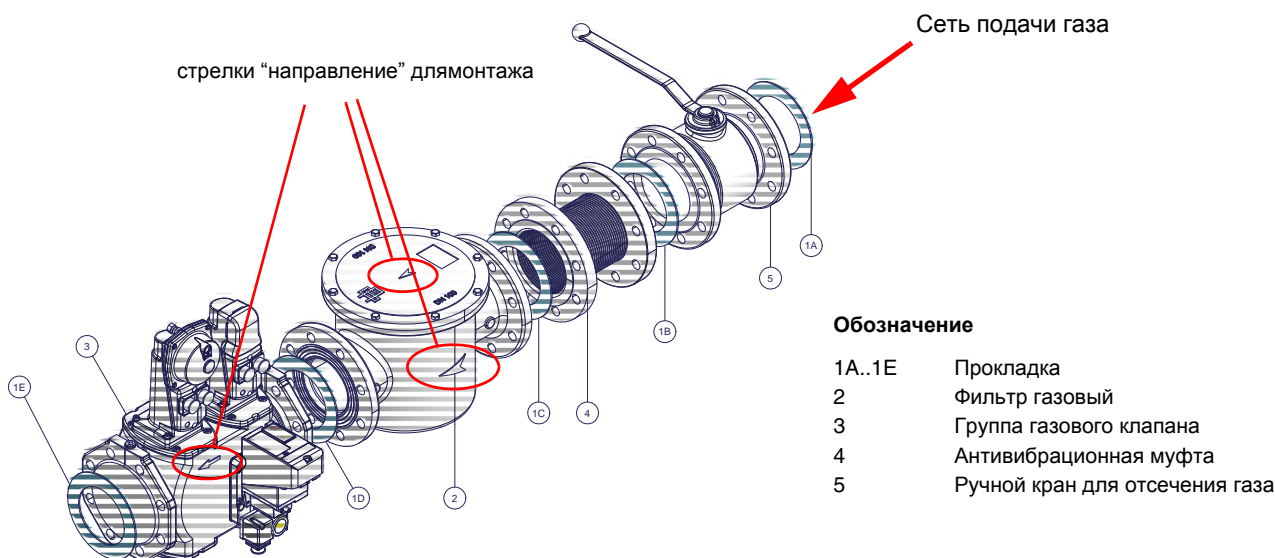

Рис. 2 - Пример газовой рамы
- 1 - б) при фланцевых соединениях: между соседними компонентами устанавливать прокладку (1A..1E - Рис. 2), совместимую с используемым газом,
ВНИМАНИЕ: после монтажа газовой рамы согласно схеме на Рис. 2, необходимо провести тестирование на герметичность газового контура, согласно требований действующих нормативов.